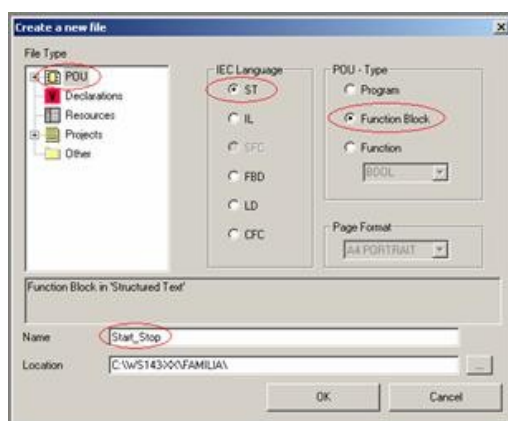

Рис. 36 Создание функционального блока
1. Создайте ФБ с именем Start_Stop на языке программирования ПЛК–ST (рис.36).